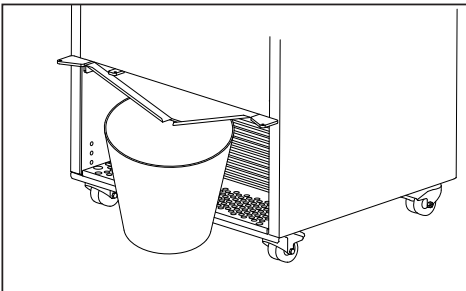

Abb. 10
3. Stellen Sie einen geeigneten Behälter unter den Tauwasserablauf. siehe Abb.10